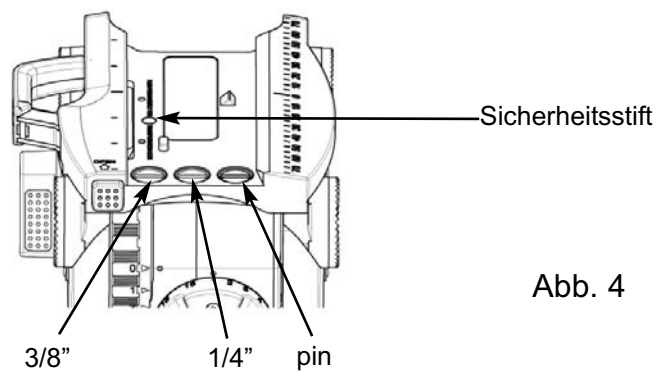

Abb. 4
- > Falls Sie Ihre Kamera entweder mit einer 3/8" Schraube und einer 1/4" Schraube oder mit einer 1/4" Schraube und einem Pin befestigen wollen, haben Sie die Möglichkeit, die in den Parkpositionen (siehe Abb. 4) positionierten Schrauben zu verwenden.
HINWEIS: Um den Sideload Hebel ohne eingelegte Kameraplate zu schließen (z. B. zum Transport), drücken Sie während des Schließvorgangs den Sicherungsstift (Abb. 4).